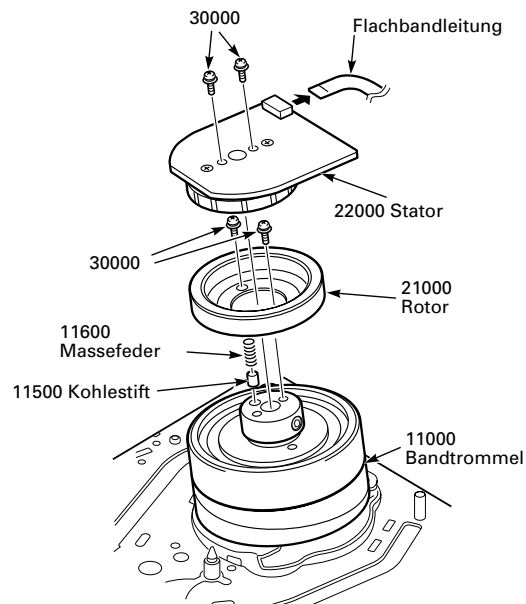

Fig. 8.37
- 2 Schrauben (30000) herausdrehen, Stator (22000) abnehmen und Bandtrommelerdungsfeder (11600) entfernen (Fig. 8.37).
- Dreht man jetzt das Laufwerk um, fällt der Kohlestift (11500) heraus (Fig. 8.37).
- 2 Schrauben (30000) herausdrehen und Rotor des Motors (21000) entnehmen (Fig. 8.37).